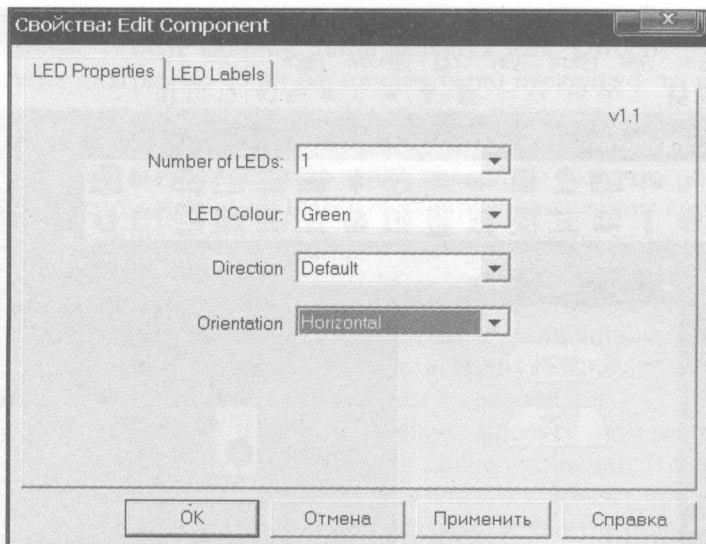

Рис. 2.8. Окно свойств компонента LEDs
Теперь тем же способом выбираем в меню компонента **LEDs** команду **Properties** (Свойства). Открывшееся диалоговое окно показано на рис. 2.8. Здесь задается число светодиодов (1). Можно изменить цвет свечения. Если светодиодов несколько, то можно изменить направление их нумерации и ориентацию по вертикали или горизонтали.